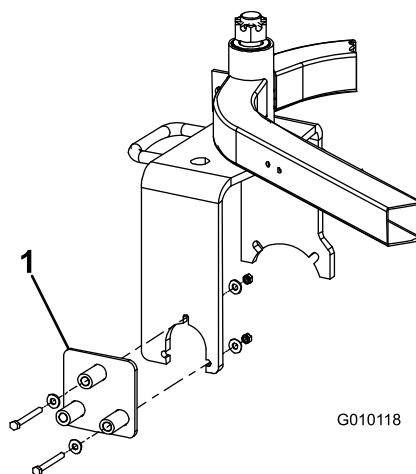

Bild 1
1. Befestigen Sie die Bohrschablone mit zwei Schrauben (5/16" x 3") und vier Scheiben und Muttern an der rechten Seite der Laufradgabel (Bild 1).